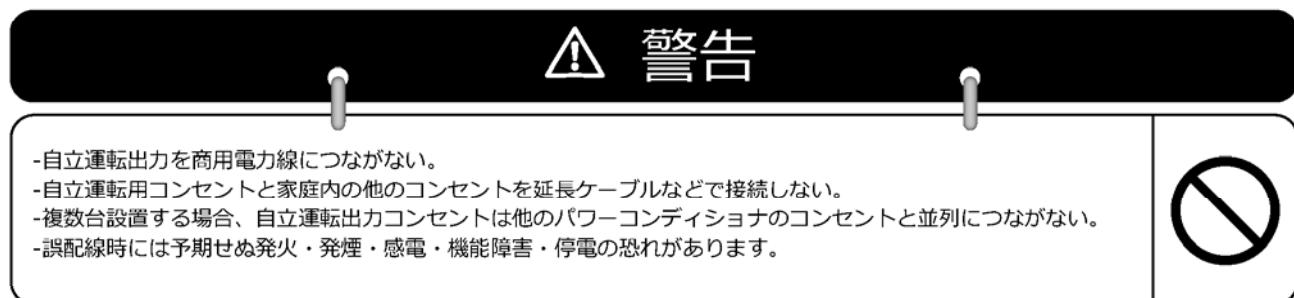

図10
- (1) 本体を取り付け金具に取付けた後、壁面設置穴の方やパワーコンディショナーと取付け金具との隙間にシーリングパテで防水接着を行ってください。(図10)